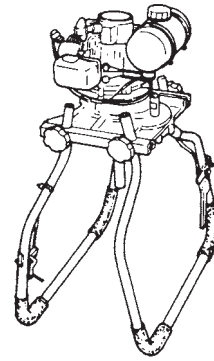

Fig. 14
- 2) Piegando l'impugnatura in basso, essi si trasformano in un supporto per l'immagazzinaggio. (Fig. 14).